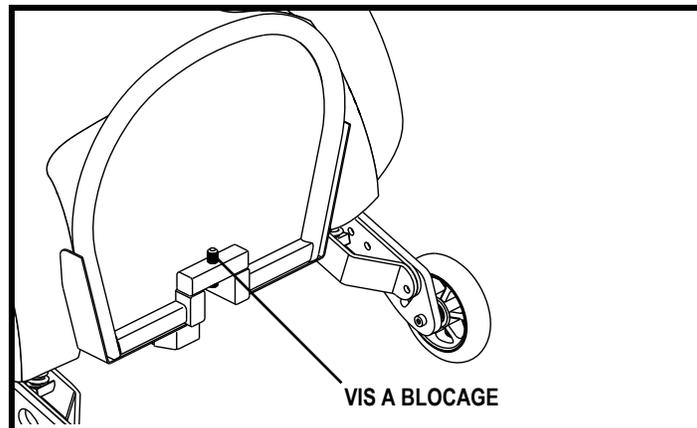

Figure 18. Réglage de l'angle du repose-pieds
Vous pouvez régler l'inclinaison du repose-pieds avec un clé hexagonale. **Voir la figure 18.**
1. Relevez le repose-pieds pour trouver l'emplacement de la vis de réglage. **Voir la figure 18.**